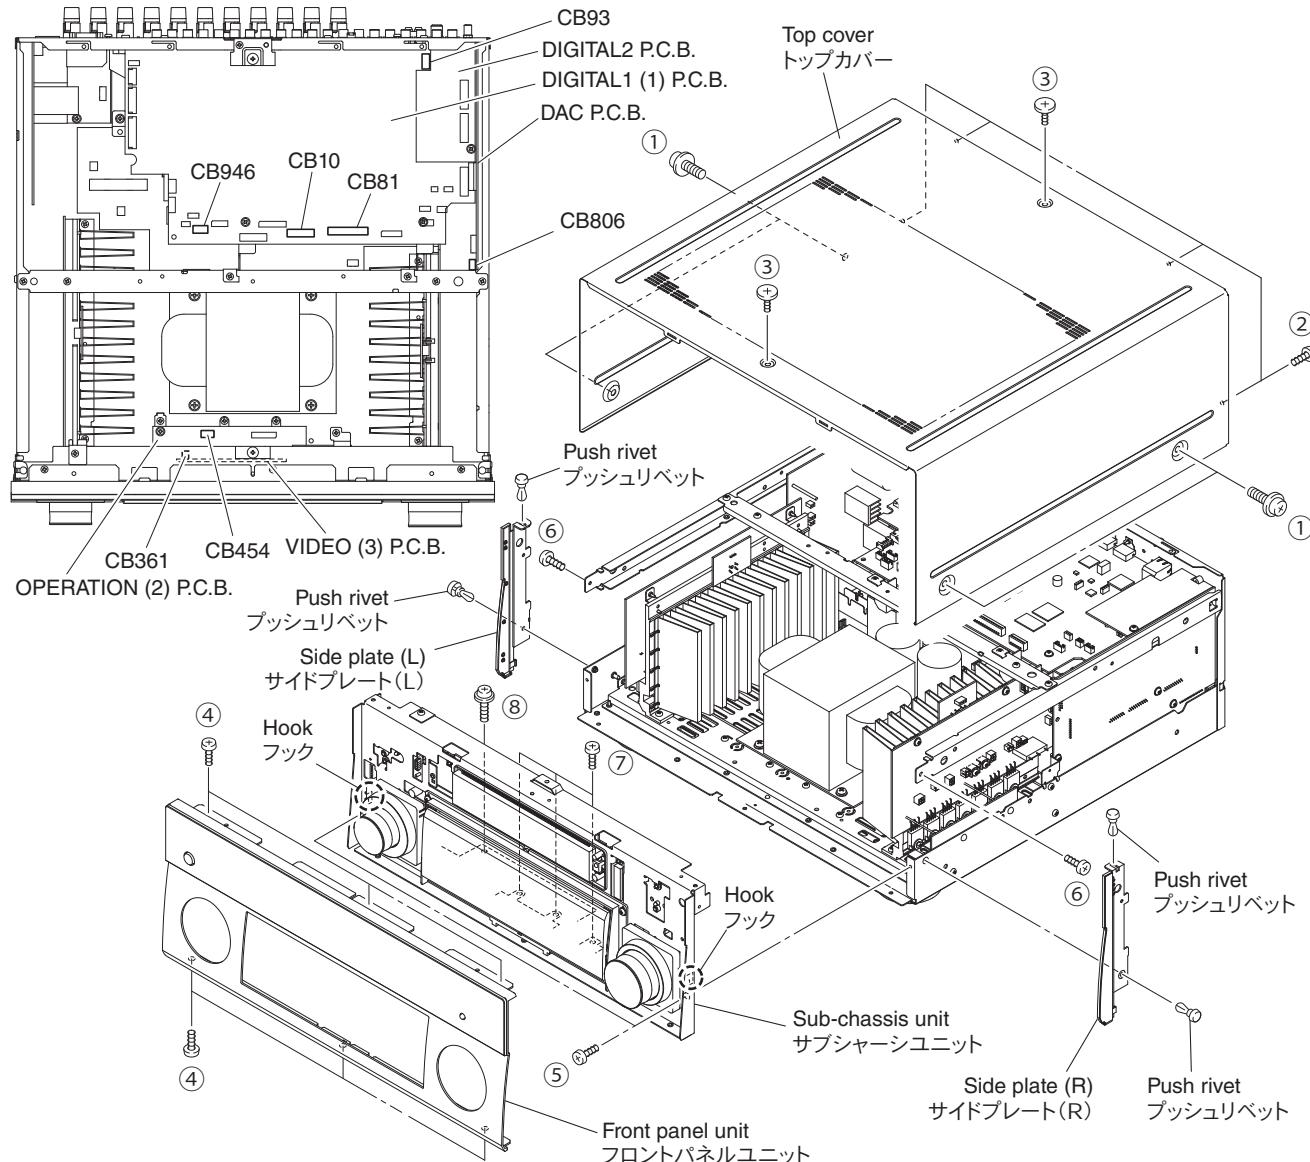

Fig. 1
- Remove 4 screws (①), 4 screws (②) and 2 screws (③). (Fig. 1)
- Lift the rear of the top cover to remove it. (Fig. 1)
- Remove 6 screws (④) and then remove the front panel unit forward. (Fig. 1)
- Remove 4 push rivets and then remove the side plate (L) and the side plate (R). (Fig. 1)
- Remove 2 screws (⑤), 2 screws (⑥), 3 screws (⑦) and screw (⑧). (Fig. 1)
- Remove CB10, CB81, CB93, CB361, CB454, CB806 and CB946. (Fig. 1)
- Release 2 hooks, and then remove the sub-chassis unit. (Fig. 1)
- ① のネジ 4本、② のネジ 4本、③ のネジ 2本を外します。 (Fig. 1)
- トップカバーの後部を持ち上げて外します。 (Fig. 1)
- ④ のネジ 6本を外し、フロントパネルユニットを前方に外します。 (Fig. 1)
- プッシュリベット 4個を外し、サイドプレート (L)、サイドプレート (R) を外します。 (Fig. 1)
- ⑤ のネジ 2本、⑥ のネジ 2本、⑦ のネジ 3本、⑧ のネジ 1本を外します。 (Fig. 1)
- CB10、CB81、CB93、CB361、CB454、CB806、CB946 を外します。 (Fig. 1)
- フック 2箇所を外し、サブシャーシユニットを外します。 (Fig. 1)